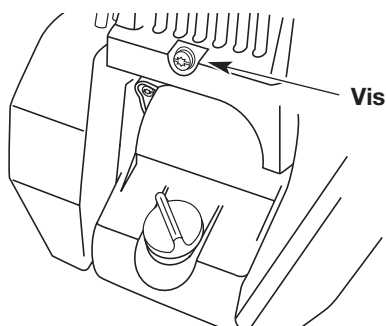

Fig. 52
3. Enlevez la vis derrière le couvercle du moteur (Fig. 52).
6. Déposez le couvercle du moteur (Fig. 52).